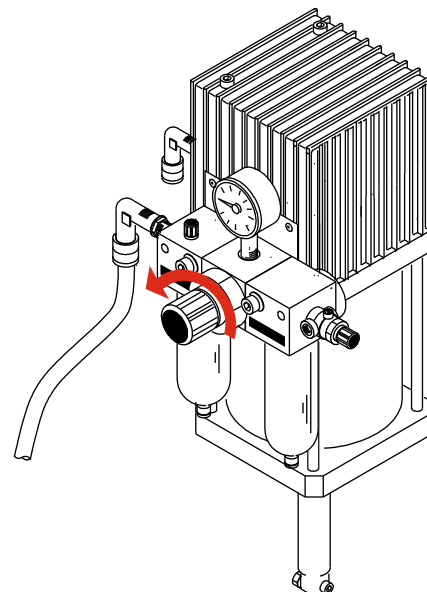

Fig.27
4) Ruotare in senso antiorario la ghiera del regolatore di pressione (aria pistola) fino a portare a "0" la pressione (fig.27).